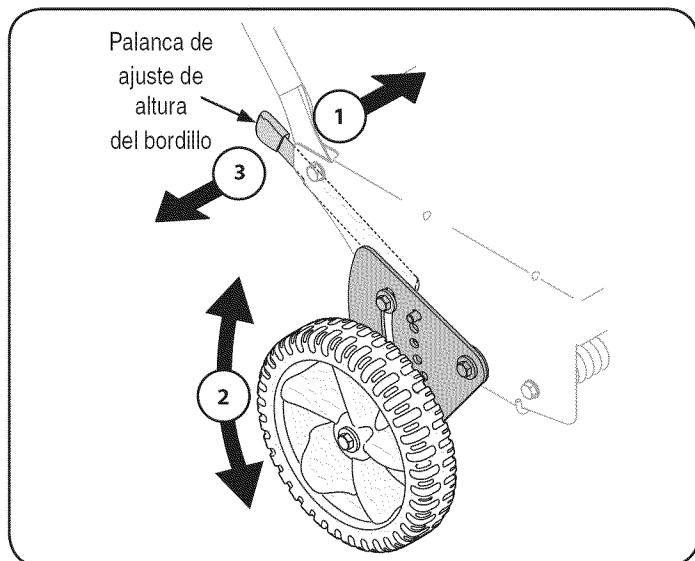

Figura 8
1. Baje la rueda posterior derecha moviendo la palanca de ajuste de la altura del bordillo ligeramente a la izquierda. Vea la Figura 8.